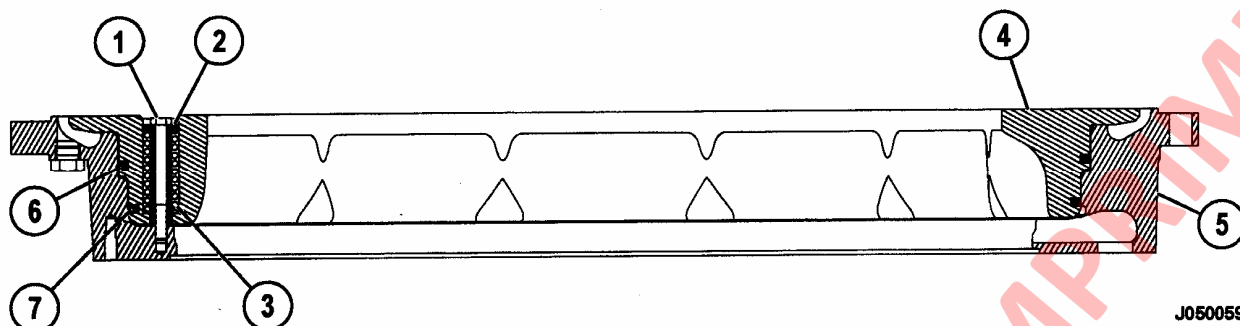

FIGURA 5-7. DESMONTAJE DEL PISTON
14. Inserte un perno de empuje de 7/8 UNC x 2 in. en cada uno de los tres orificios roscados en la caja del pistón. Apriete los pernos de manera uniforme para sacar la caja del engranaje de corona (5). Saque y deseche el anillo de goma (4).
15. Coloque el conjunto del pistón con los resortes de retracción del pistón (3) en la parte superior como se muestra en la Figura 5-7.
16. Saque los pernos (1, Figura 5-7), las guías del resorte (2) y los resortes de retracción del pistón (3).
- NOTA: Las roscas del perno (1) fueron cubiertas con Loctite® durante el ensamblado. Para facilitar el desmontaje, se debe aplicar un poco de calor a la caja del pistón.*
17. Suelte o saque los tapones montados en las lumbreras de la caja del pistón. Cuidadosamente, saque el pistón (4) de la caja (5). Saque los conjuntos de sello (6) y (7).
5. Inspeccione los resortes que retraen el pistón (3, Figura 5-7). Revise que los resortes alcancen su altura libremente y pruebe su altura bajo carga. Cambie si no se encuentran dentro de un 10% de lo especificado.
1. Revise la cavidad de la caja del pistón (5, Figura 5-7) para ver si hay rayas, marcas o partículas de suciedad. Coloque la caja en posición de trabajo, con la cavidad hacia arriba.
2. Lubrique la parte del anillo de goma de la sección cuadrada, de los conjuntos de sello del pistón (6) y (7) con aceite hidráulico tipo C-4. Monte en las ranuras del pistón (4). Asegúrese que el anillo de goma no esté torcido.
7. Ensamble los doce pernos (1), guías de resorte (2) y resortes de retracción del pistón (3). Aplique Loctite® a las roscas de los pernos y monte las partes ensambladas a través del pistón y los orificios roscados en la caja. Apriete los pernos con un torque de **122 N.m (90 ft. lbs.)**.